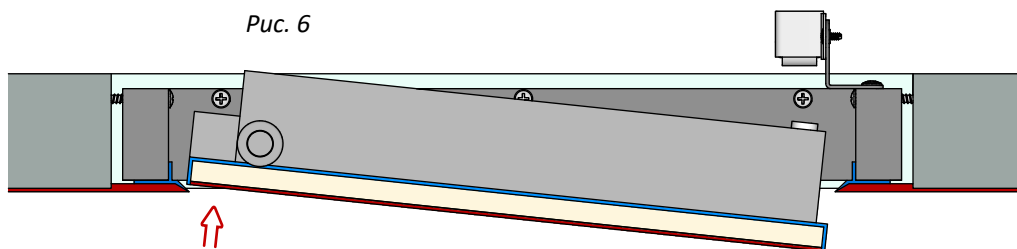
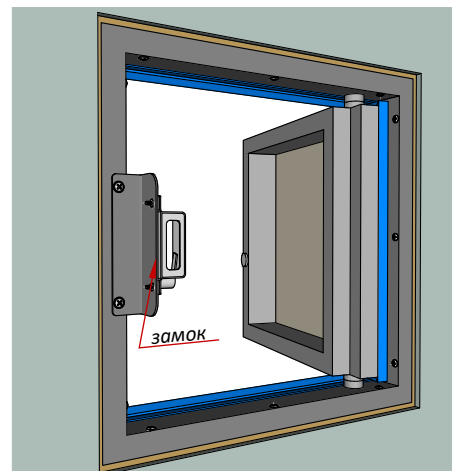
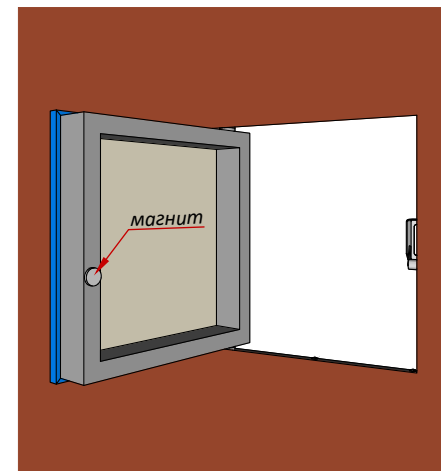
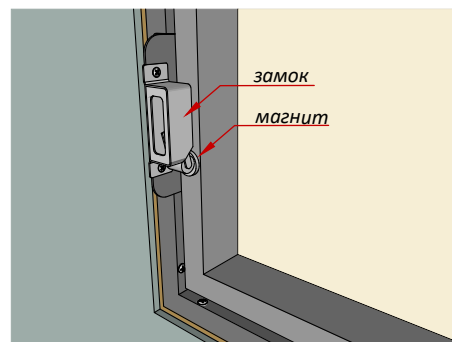

Рис. 8 (вид сверху)
Рис. 9
Рис. 10
Рис. 11
12. После всех отделочных работ (после полного высыхания финишного покрытия) откройте люк нажатием на створку со стороны петель (Рис.8). Установите платформу с замком на раму люка в предназначенные отверстия (Рис.9), отрегулируйте замок на нужную глубину. Закрепите неодимовый магнит на створку люка (Рис.10) и настройте их взаимодействие с замком (Рис.11). Теперь, можно открыть люк нажатием на створку со стороны замка. Стопорные уголки можно снять, они больше не понадобятся.